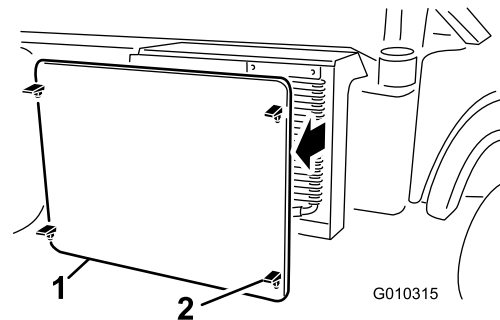

Figura 52
5. Deblocați și scoateți ecranul radiatorului din partea din față a radiatorului (Figura 52).